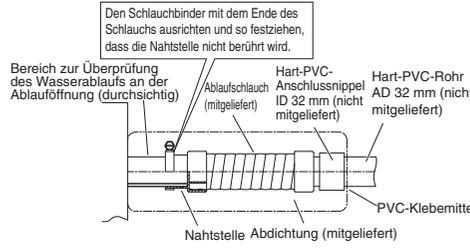

Abb. 3-24
- (1) Ein Standard-Hart-PVC-Rohr (Außendurchmesser: 32 mm) als Abföhrleitung zusammen mit dem mitgelieferten Abföhrschlauch und Schlauchbinder verwenden, um Undichtigkeiten zu vermeiden. Das PVC-Rohr muss separat gekauft werden. Hierbei einen Spalt zwischen Abföhr-Anschlussstutzen und PVC-Rohr lassen, um eine Prüfung des Abföhrs zu ermöglichen. Das Schauglas an der Abföhröffnung gestattet die Kontrolle des Abföhrs. (Abb. 3-24)
- Das Abföhrrohr einschieben, bis dieses auf dem Anschlussnippel aufsitzt, wie in Abb. 3-24 gezeigt; danach das Rohr mit der Schlauchschelle gut befestigen.
- Die Schlauchschellen beim Festziehen so positionieren, dass die Sicherungsmuttern nach oben weisen. (Abb. 3-24)